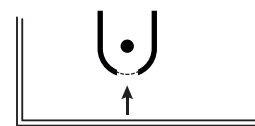

Рис. 1
3. Перекусите перемычку клеммной колодки бокорезами или подобным инструментом, отогните клеммную колодку наружу. (Рис. 1).